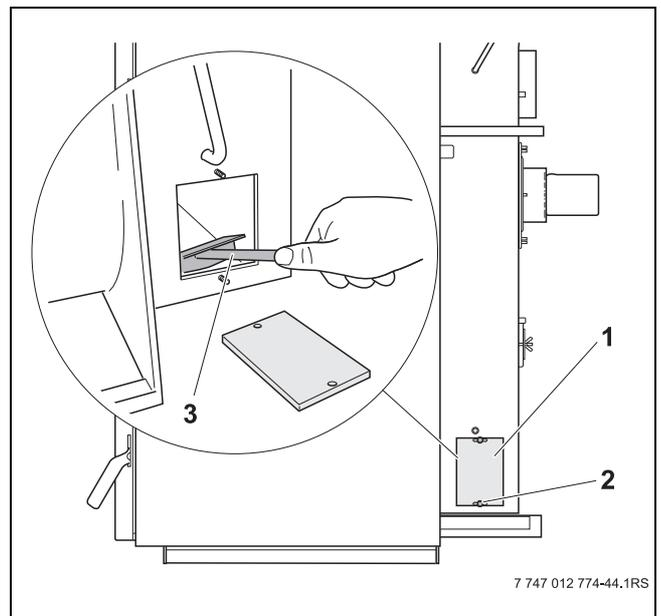

Fig. 36 Pulizia del collettore fumi
- I coperchi dei vani di raccolta polvere (→ fig. 36, pos. 1) si trovano in alto e in basso sul lato del collettore fumi e ognuno è fissato con due dadi ad alette (→ fig. 36, pos. 2). Svitare i dadi ad alette e rimuovere i coperchi.
- Rimuovere la cenere dal collettore fumi con l'ausilio del raschietto grande (→ fig. 36, pos. 3) e della spazzola.